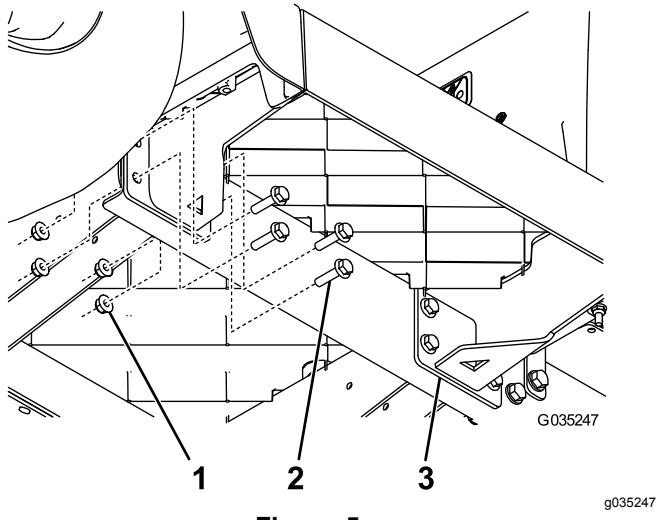

Figure 5
4. Montez un nouveau support de plancher au moyen de 8 boulons à embase (5/16" x 1 1/4") et 8 écrous à embase (5/16"), comme montré à la Figure 5.
6. Fixez l'autre support de plancher au moyen de 8 boulons à embase (5/16" x 1 1/4") et 8 écrous à embase (5/16"), comme montré à la Figure 5.